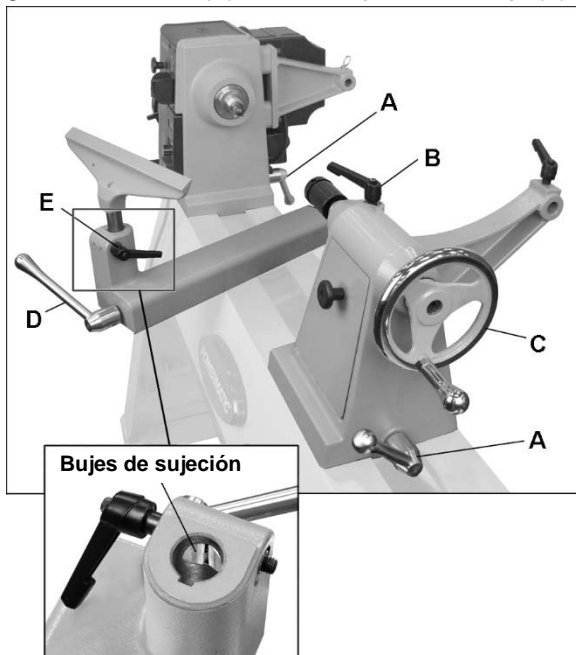

Figura 8-1: cabezal, contrapunto, apoyo de la herramienta
Para deslizar el cabezal o contrapunto, gire la manija de traba (A, Figura 8-1) hacia atrás o hacia adelante hasta que el cabezal/contrapunto pueda deslizarse libremente. Cuando se coloque el cabezal/contrapunto, gire la manija de traba hasta que quede bien apretada.
Afloje la manija de traba (B, Figura 8-1) para hacer avanzar o retroceder el eje móvil del contrapunto girando el volante (C). Vuelva a apretar la manija (B).
Afloje la manija de traba (D, Figura 8-1) para deslizar la base del soporte hacia adelante o hacia atrás, e inclínelo con respecto a la bancada. Apriete bien la manija de traba antes de operar el torno.
Afloje la manija pequeña (E, Figura 8-1). Asegúrese de que los bujes de sujeción (recuadro de la Figura 8-1) estén debidamente colocados para aceptar el puntal de apoyo de la herramienta.
Las manijas de traba, como B, Figura 8-1, pueden girarse a una posición más conveniente. Levante la manija, gírela en el pasador, y después suéltela, asegurándose de que se asiente en el pasador.
2. Para quitar un centro, afloje la manija de traba (B, Figura 8-1) y repliegue el eje móvil girando el volante hacia la izquierda hasta que el centro de desaloje por su cuenta. No deje que el centro se salga del husillo, ya que se puede dañar.